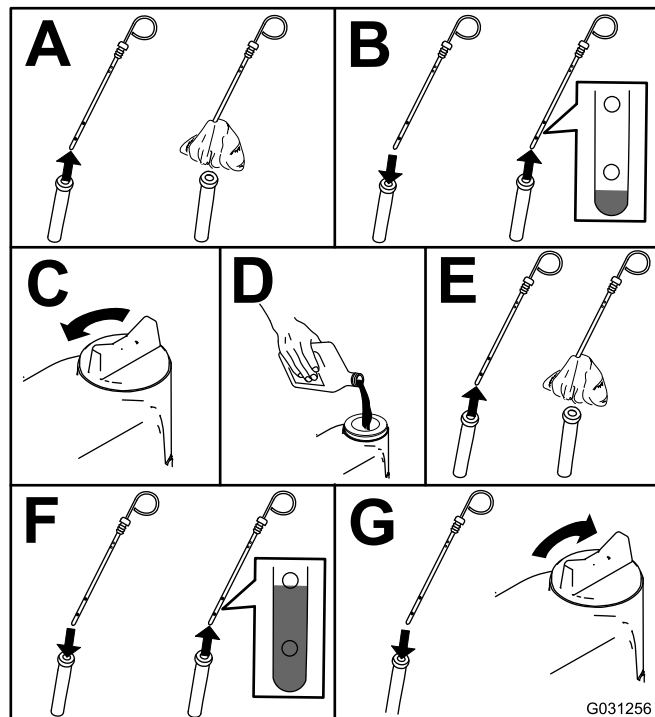

Figure 71
2. Contrôlez le niveau d'huile moteur (Figure 71).